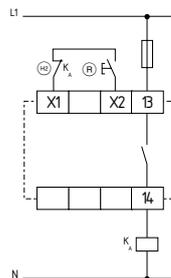
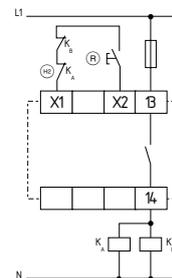

Fig. 15
Fig. 16
**Commande à 1 canal avec boucle de retour (Fig. 15)**
- (R) Bouton de réarmement (avec détection des flancs)
- (HE) = Boucle de retour: Si la boucle de retour n'est pas utilisée, établir un pont.
**Commande à 2 canaux avec boucle de retour (Fig. 16)**